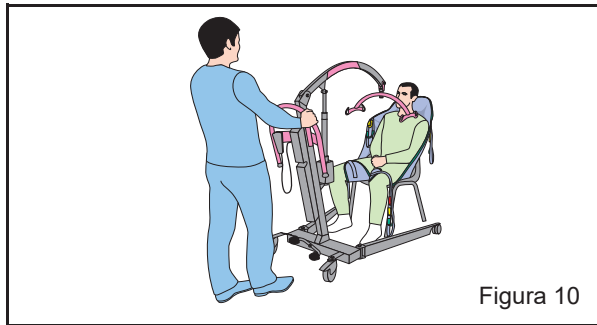

Figura 10
4. Coloque la grúa *Minstrel* suficientemente cerca del paciente. Si es necesario, abra las patas del chasis para facilitar la operación (véase la figura 10). Puede que sea necesario colocar los pies del paciente sobre el chasis.